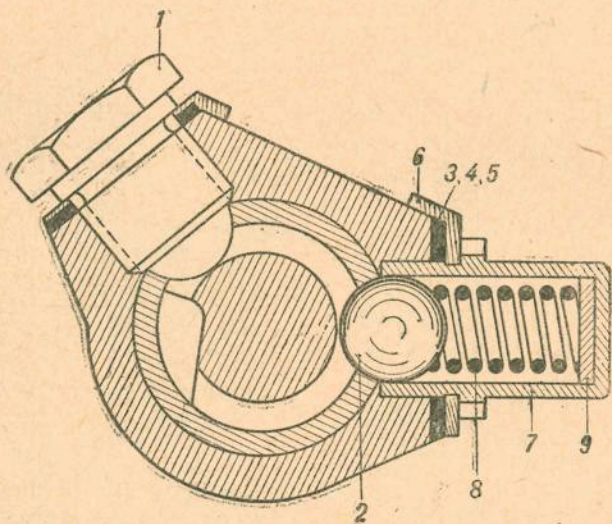

Рис. 112. Установка и регулировка замка коробки перемены передач
1. Регулировка бономов всех трех вилок переключения одинакова. Зазор между бономом-ввертышем 1 (рис. 112) и канавкой валика, а также регулировка четкости фиксации вилки в канавке валика шариком 2 пружинного бонома производится путем подбора регулировочных прокладок 3, 4 и 5. Для этого зажимают вилку в тисках с медными нагубниками. Надев вилку на валик и проверив ее легкое перемещение, установить резьбовое отверстие вилки для ввертыша на совмещение с продольным пазом валика.